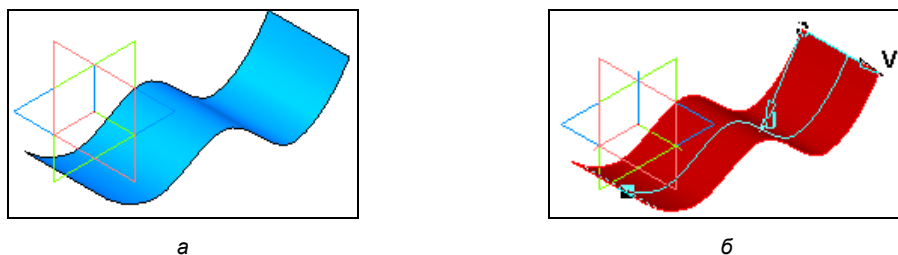
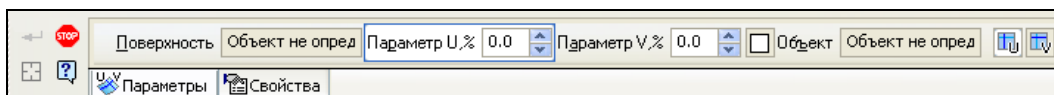

Рис. 7.12. Поверхность (а) и фантом изопараметрической кривой (б)
Рис. 7.13. Панель свойств команды **Изопараметрическая кривая** на вкладке **Параметры**
Для построения изопараметрической кривой теоретической поверхности указанной грани, проходящей через заданную точку этой грани, создайте любую поверхность, например, как на рис. 7.12, а.
- ◆ укажите в окне модели грань поверхности или точечный объект. Указанная грань "подсвечивается" (станет красной) и на ней появится фантом точки указания грани, а также фантомы изопараметрических кривых U и V , проходящие через эту точку. Направление отсчета значений показано стрелками или точками $U = 0, V = 0$ (рис. 7.12, б). На вкладке **Параметры** (рис. 7.13) Панели свойств: